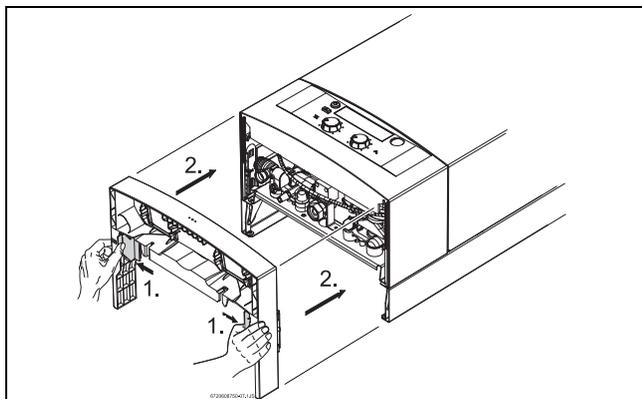

Рис. 14 Положение установки декоративной панели
- ▶ Установить декоративную панель, как показано на рис. 14.